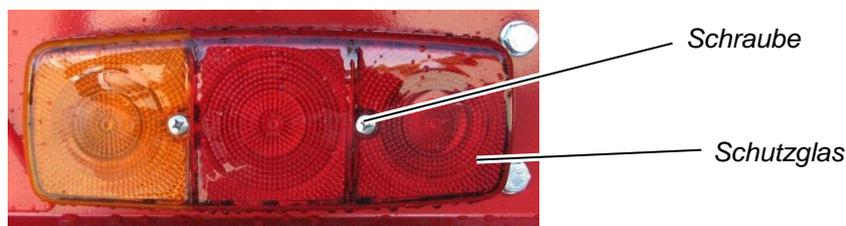

Abbildung 60: Dreikammerleuchte
- ⇒ Schrauben Sie die zwei Schrauben aus der Dreikammernleuchte heraus (siehe Abbildung 60).
- ⇒ Ziehen Sie das Schutzglas ab (siehe Abbildung 60).